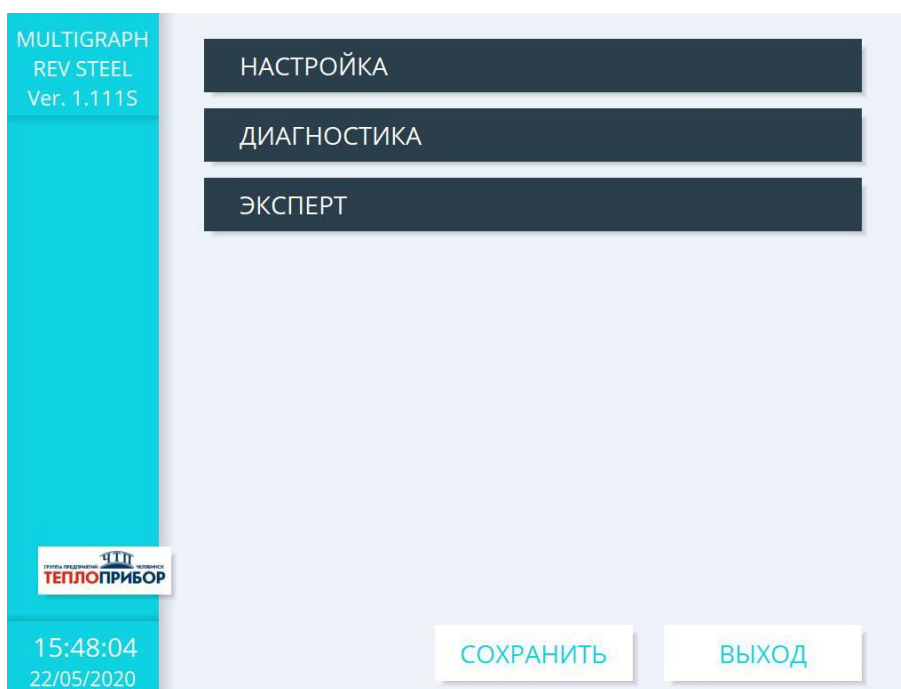

Рисунок 2.2 – Настройки в главном меню
2.3.5.1 В главном меню прибора имеются режимы установки: «Настройка», «Диагностика» и «Эксперт» (рисунок 2.2). Все настройки необходимые для эксплуатации прибора загружаются при начальной установке в меню «Меню» → «Настройка», дополнительные настройки – при экспертной (например, дата и время, код прямого доступа, сервис).